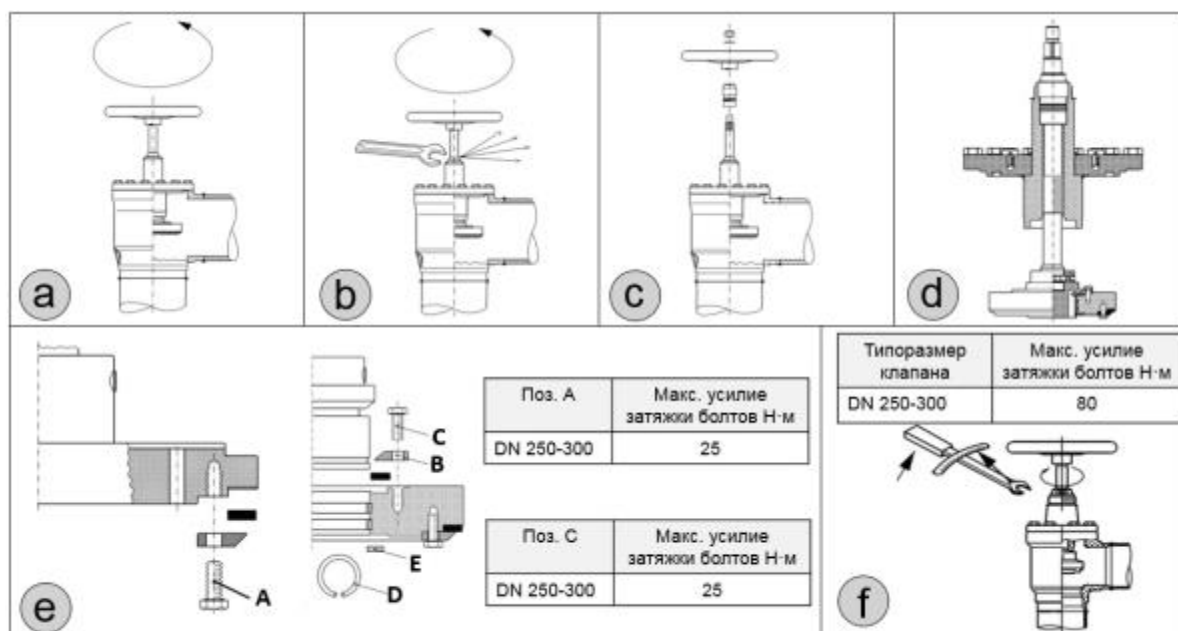

Рис. 6 Техническое обслуживание
- Для начала необходимо вывернуть шток запорного органа до полного открытия клапана (рис. 6а).
- После сброса давления можно снять маховик (если он имеется) и сальник (рис. 6с).
Тефлоновое кольцевое уплотнение можно снять, открутив болт (поз. А, рис. 6е). Если тефлоновое уплотнение имеет незначительные повреждения, его можно перевернуть и использовать обратную часть его поверхности. В случае, если кольцевое уплотнение деформировано или имеет глубокие повреждения (более 1 мм.) его необходимо заменить полностью. При установке тефлонового уплотнения болт «поз. А» необходимо затягивать динамометрическим ключом с усилием затяжки, указанным в таблице на рисунке 6е.
Замена уплотнения седла (рис. 6е)
Перед сборкой клапана удалите из корпуса грязь. Убедитесь, что уплотнительные кольца не повреждены. Перед тем как установить запорную часть клапана в корпус, необходимо полностью выкрутить шток (рис.6, а), т.е. после сборки клапан SV4 будет полностью открыт.